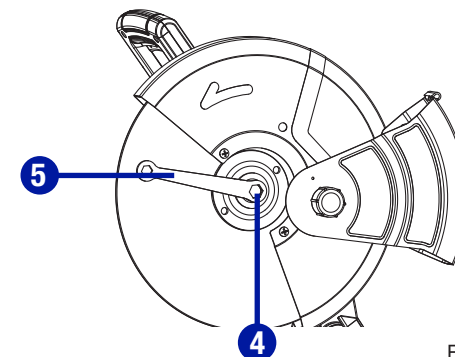

Fig. 17
dans le sens antihoraire à l'aide de la clé à disque (5) fournie. (Fig. 17).